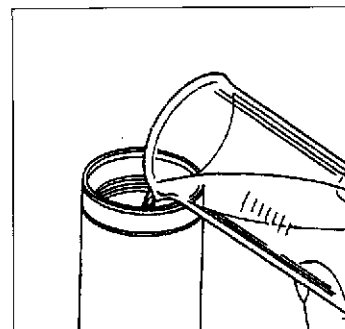

Fig. 6
- 11) In das Gabelrohr die Hälfte der für jeden Schaft vorgesehenen Menge einlassen (Bild 6).